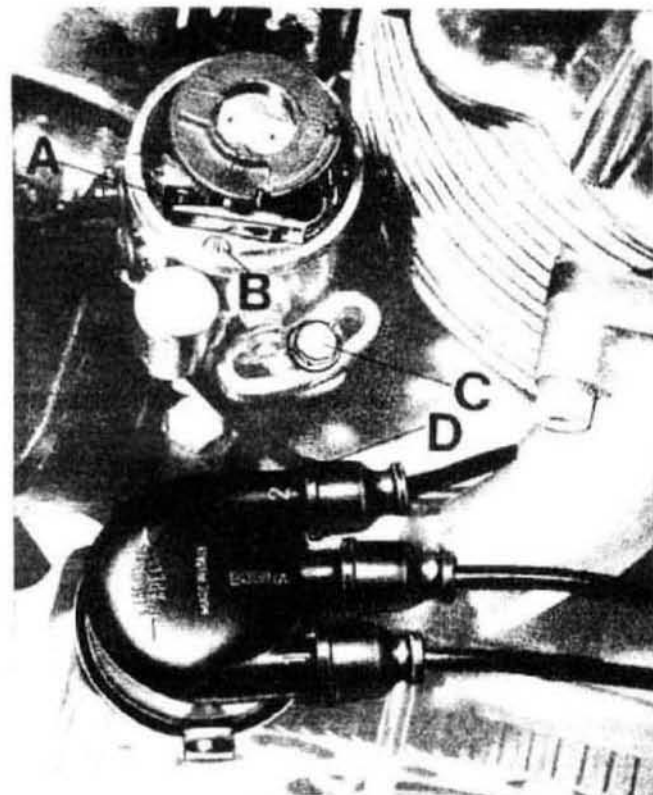

Fig. 141
- verificare l'apertura dei contatti (A di fig. 141) del distributore d'accensione sia di mm $0,42 \pm 0,48$ se non fossero, agire sulla vite di regolazione (B di fig. 141);
Se i contatti si aprono prima o dopo il punto stabilito, occorre allentare il bullone (C di fig. 141) che blocca il distributore d'accensione sul suo supporto, indi ruotarlo a destra o a sinistra fino a che i contatti inizino l'apertura esattamente al punto stabilito.
Montare quindi la calotta e collegare i cavi alle rispettive candele ed alla bobina d'accensione. Ricordarsi che il cavo che parte dal n. 2 stampigliato sulla calotta va collegato alla candela del cilindro n. 2 (sinistro) ed il cavo n. 1 alla candela del cilindro n. 1 (destro) ed il cavo che parte dalla calotta con stampigliato «BOBINA» alla bobina d'accensione (vedere fig. 141).